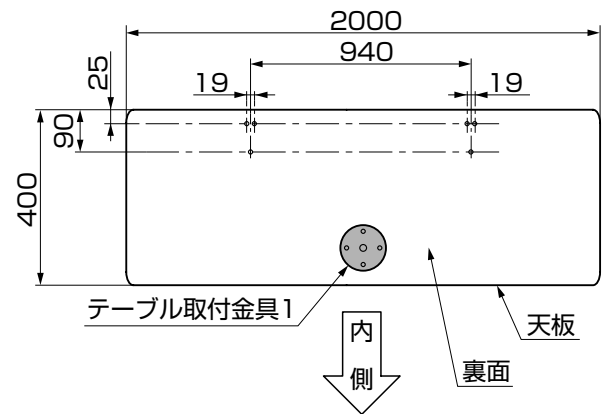

図2-18
- 天板は、テーブル取付金具1が付いている方を内側にしてください。(図2-18参照)
- 【1-1】は図2-18の寸法の位置でネジ止めしてください。